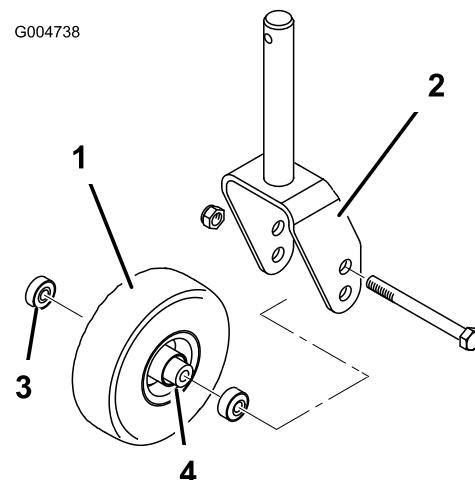
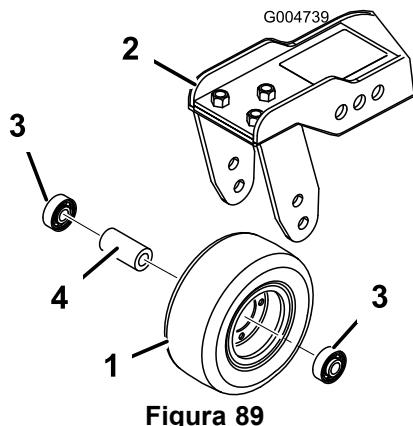

Figura 88
Figura 89
1. Retire a porca de bloqueio do parafuso que fixa a estrutura da roda giratória entre a forquilha da roda giratória (Figura 88) ou o braço articulado da roda giratória (Figura 89). Fixe a roda giratória e retire o parafuso da forquilha ou do braço articulado.
2. Retire o rolamento do cubo da roda e deixe cair a cunha do rolamento para fora (Figura 88 e Figura 89). Retire o rolamento do lado oposto ao do cubo da roda.